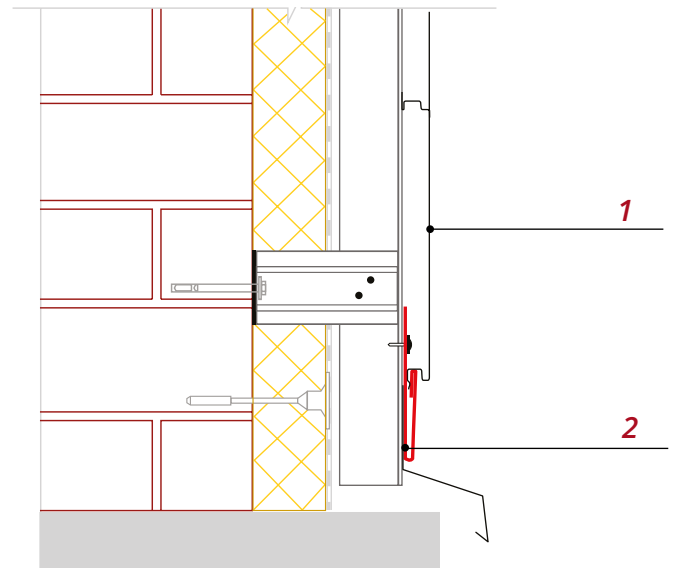

Рис. 22
■ Вставьте панель в пазы доборных элементов и выровняйте ее так, чтобы панель входила в пазы наполовину его глубины (или на 10мм), заведите первую панель **1** в Стартовую планку СШ **2**, как показано на рис.22.